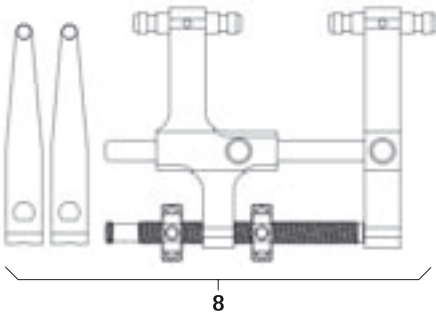

Fig. 14
- Montare il distrattore **8** con valve da distrazione, vedere Fig. 14.